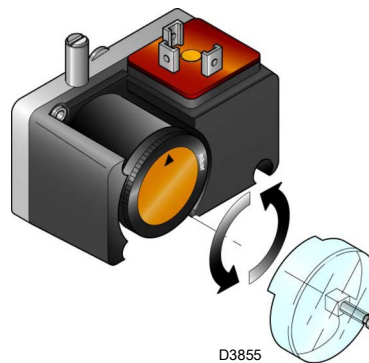

图 34
- ▶ 如果装有燃气泄漏检测控制装置 (PVP 组件) (图 34 页 36)，应根据组件本身提供的说明调整其压力开关。
如果装有燃气泄漏检测控制装置（PVP 组件）（图 34），应根据组件本身提供的说明调整其压力开关。